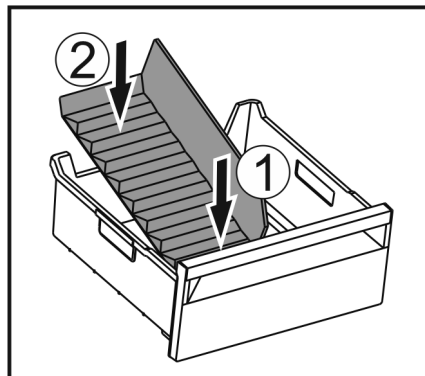

Fig. 184
- Установите переднюю часть разделителя отделения для льда. Fig. 184 (1)
- Опустите заднюю часть разделителя отделения для льда на дно выдвижного ящика. Fig. 184 (2)